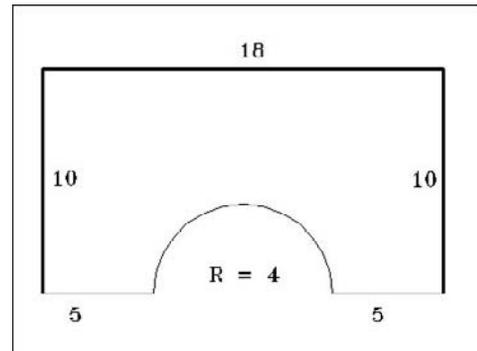

Fig.4.32
- 2 Spécifier le point de départ : par exemple 10,10 (fig.4.32).